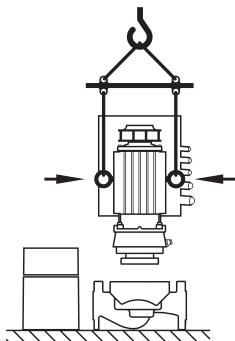

Fig. 9: Transport av motoren
- Om nødvendig, f.eks. ved reparasjon, kan transportløkkene flyttes fra motorflensen til motorhuset (se f.eks. Fig. 9). Før installasjon av transportløkkene på motorhuset skrur du avstandskoblingene ut av åpningene for transportløkkene (Fig. 7, pos. 20b) (se kap. 10.2.1 "Skifte mekanisk tetning" på side 48).
- Hvis transportløkkene er flyttet eller skal flyttes fra motorflensen og monteres på motorhuset, så er de bare godkjent for bæring eller transport av motor-løpehjulsenheten (Fig. 9), men ikke for transport av hele pumpen eller for å skille motor-løpehjulsenheten fra pumpehuset.